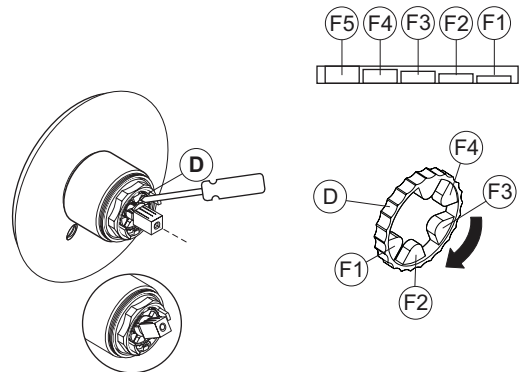

Fig. 5
- The cartridge being on the Off position, use a screwdriver to turn ring (D) clockwise to change the tooth under the lever. The thinner the tooth, the stronger the flow of water. (The ring has five teeth (F) that vary in thickness). Fig. 5.
- En position de fermeture, à l'aide d'un tournevis, tournez l'anneau D dans le sens des aiguilles d'une montre à changer la dent sous la manette de façon à ce que la dent soit plus mince, plus le débit est important. (Cet anneau a 5 dents (F) d'épaisseur croissante). Fig. 5.
- En posición cerrada, gire con un destornillador el anillo D en el sentido reloj de manera para cambiar el diente por debajo de la palanca de la carga. Cuanto más delgado el diente, más grande será el caudal (dicho anillo tiene 5 dientes (F) con un espesor creciente). Fig. 5.